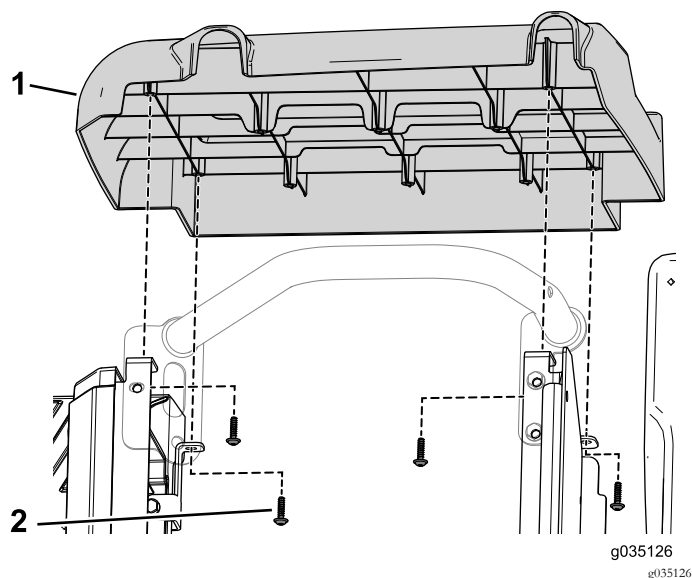

Figura 95
5. Utilize os oito parafusos autorroscados (3/32 x 7/8 pol.) para prender os painéis laterais esquerdo e direito do kit à base do banco dianteiro (Figura 95).